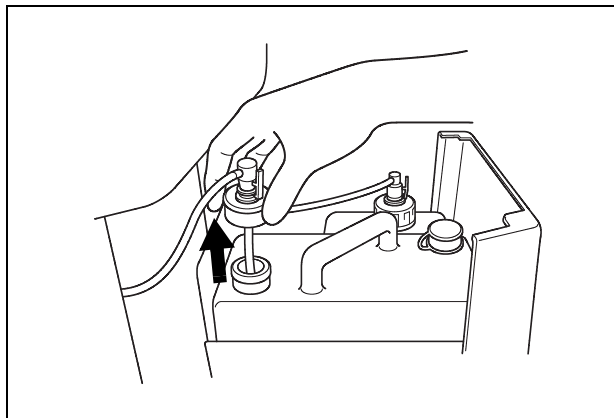

Рис. 7.87
2. Снимите крышку резервуара моющего средства, к которой подсоединена трубка (не отсоединяйте данную трубку) (см. Рис. 7.87).